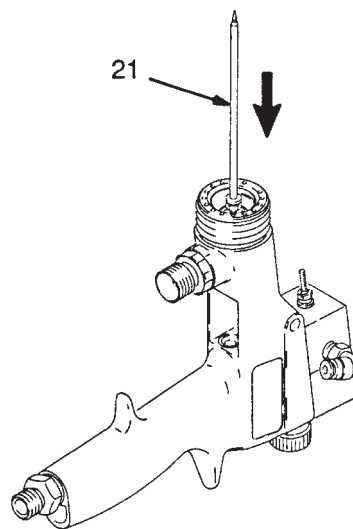

Fig. 3
10. Faire sortir les trois joints de presse-étoupe (39) par l'arrière du pistolet en poussant avec l'extrémité filetée du pointeau de produit (21), comme illustré à la Fig. 3.
Ne pas trop appuyer pour faire sortir les trois joints de presse-étoupe (39) ou le joint en U (33) car le pointeau de produit (21) pourrait être faussé. Voir les Fig. 3 et 4. Si les joints sont difficiles à extraire, les chasser à l'aide d'une tige en plastique de 3/16".